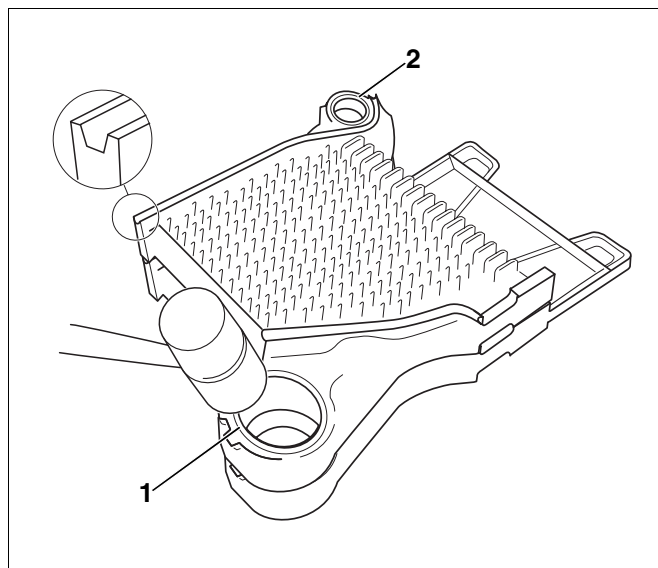

Рис. 12 Сборка средней и конечной секций
- Верхнюю и нижнюю ступицы (рис. 12, **поз. 1** и **2**) средней секции надеть на nipples конечной секции.
- Ударяя резиновым или деревянным молотком, соединить среднюю секцию с конечной (рис. 12).